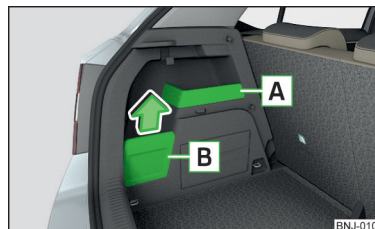

Fig. 94
- Il bagaglio appeso al gancio, se possibile, deve essere inserito nello scomparto portaoggetti **B** » fig. 94 a pag. 79, altrimenti sussiste il rischio di danneggiare la parte superiore dello scomparto.
- Se al gancio viene appeso un bagaglio più pesante di 2,5 kg, si consiglia di rimuovere la parte superiore dello scomparto **B** » fig. 94 a pag. 79, altrimenti sussiste il rischio di danneggiarla.
Lo scomparto portaoggetti fisso **A** » fig. 94 è adatto per riporre piccoli oggetti fino a un peso totale di 1,5 kg.